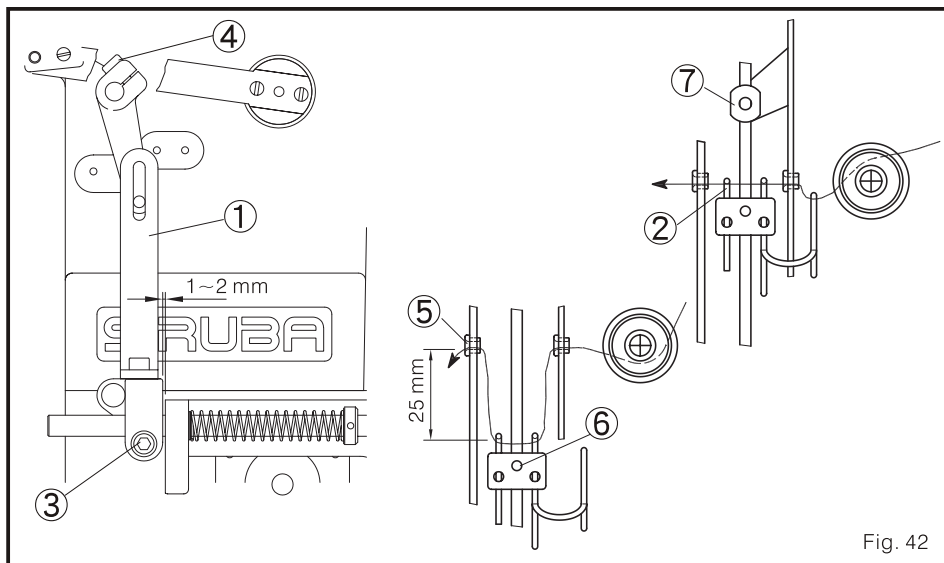

Fig. 42
1. O espaço desde a barra guia conectora do equipamento de controle de fio ao apoio é de 2. mm quando a barra 1 fixou a posição dianteira. A localização do fio da agulha e da barra impedidora do looper de fio 2 deve estar como é mostrado na figura 42. (Fig. 42)